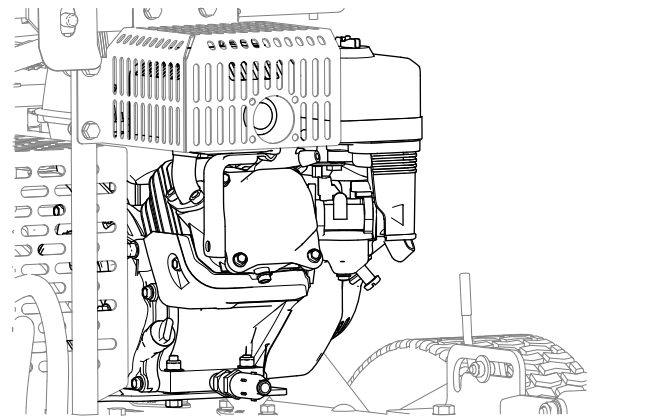

Bild 42
4. Reinigen Sie den Motor und die Kühlrippen des Motors (Bild 42) von Schmutz und Ablagerungen.